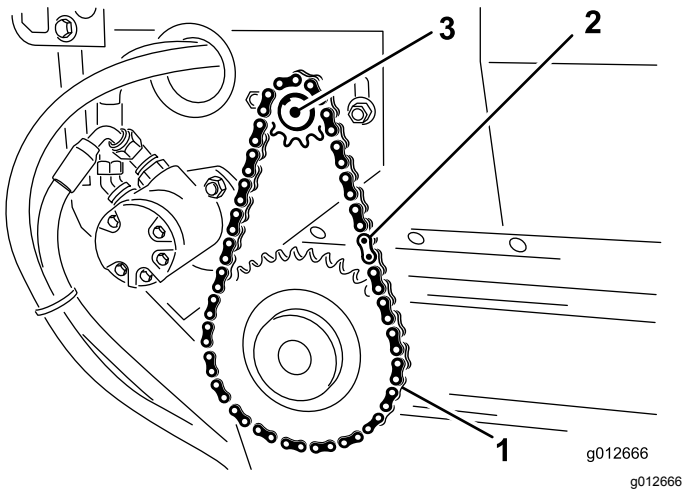

Figura 24
2. Rimuovete la falsamaglia dalla catena e la catena dalla ruota dentata piccola (Figura 24).